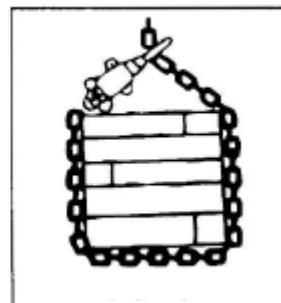

Рисунок 11.3
- Запрещено поднимать груз, обвязав его цепью (рис. 11.3)